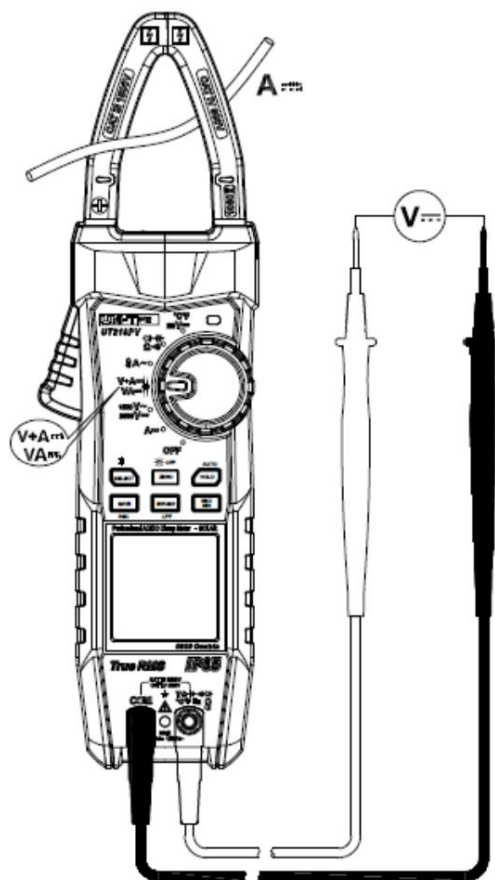

Figura 7
3. Măsurarea puterii continue și a tensiunii/curentului continuu (Figura 7)